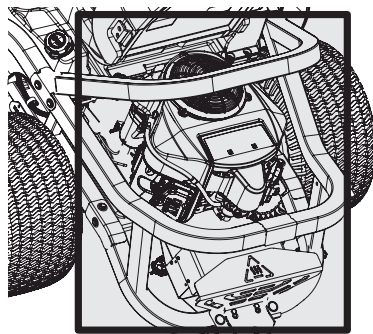

Fig. 25
- Mantenga ambos lados de las ranuras de refrigeración de la transmisión, el colector de escape, alrededor de los fusibles, todo el cableado y los arneses de cables, el tubo del silenciador, el protector del silenciador, los filtros de admisión del motor y las aletas de refrigeración, etc., libres de residuos de pasto y hojas (Fig. 25).